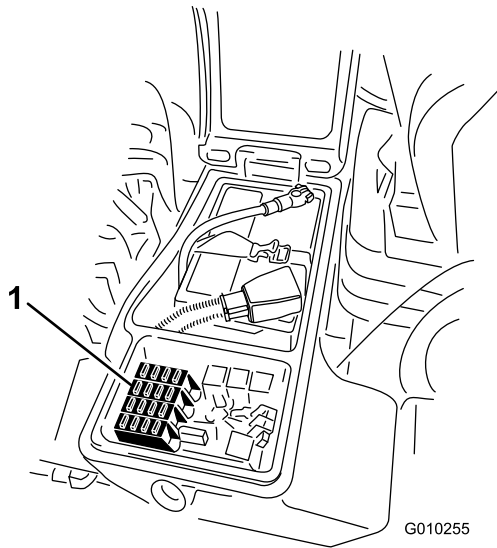

Figura 62
2. Sostituite il fusibile aperto (o fusibili aperti) come opportuno (Figura 62).